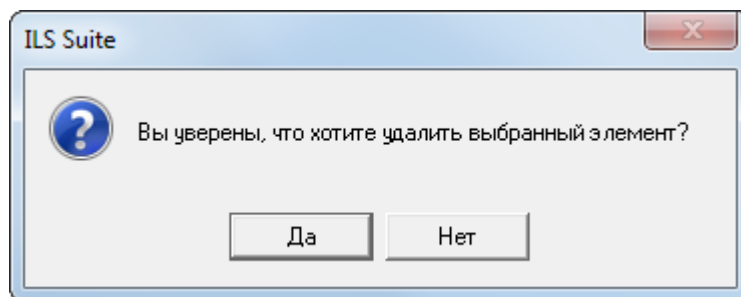

Рис. 13-23 – Диалоговое окно
2) В открывшемся диалоговом окне нажать «Да» для подтверждения действия (рис. 13-23).